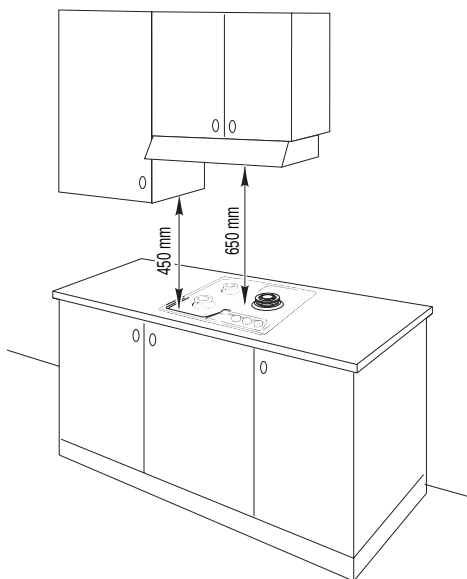

Fig. 4.4
- ✓ allorché sopra il piano di cottura vi sia un pensile o cappa mantenere fra la griglia del piano ed il suddetto pensile o cappa la distanza minima pari a 650 mm (vedi anche fig. 4.4);